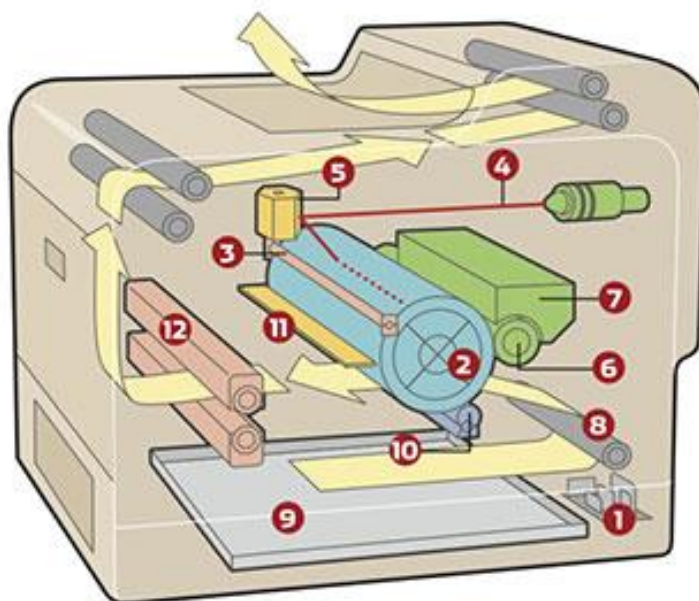

Рис. 12. Устройство и работа лазерного принтера
Информация из компьютера попадает в контроллер (1), который преобразует полученный текст или изображение в матрицу точек, которые нужно нанести на бумагу (рис. 12).